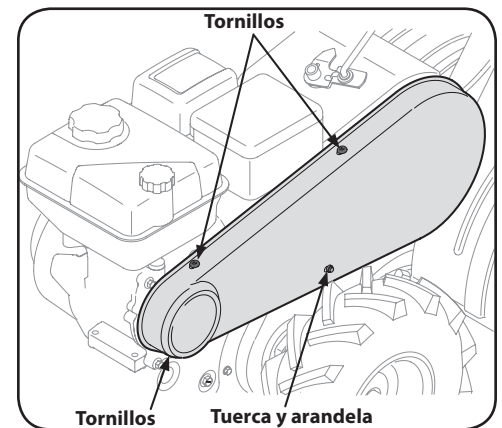

Figura 5-2
2. Saque la cubierta de la correa desde el lado izquierdo de la cultivadora extrayendo los dos tornillos de la parte superior de la cubierta. Vea la Figura 5-2.